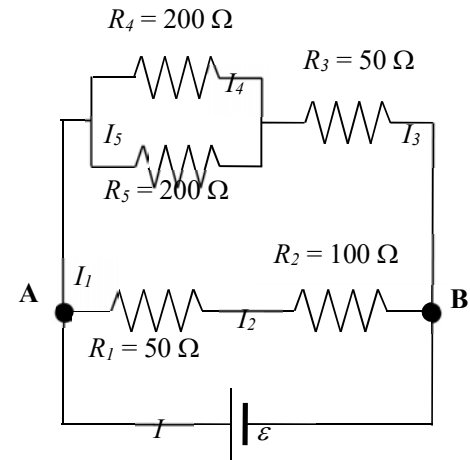

Figura 5
2. Munteu el circuit de la Figura 5 en el tauler de connexions (veure Apèndix A). Amb el polímetre, funcionant com a **ohmímetre** (veure Apèndix B), mesureu la resistència equivalent  $R_{ohm}$  entre els punts A i B. **Compareu** aquest resultat amb el predit teòricament  $R_{teo}$  al problema previ.